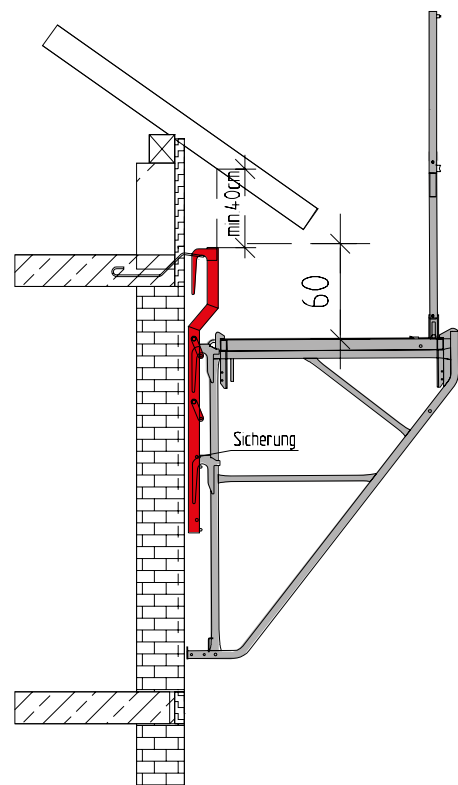

Abb. 27.2
■ Das Ausfliegen der Überwurfbühne LAB 130/240 beim Einsatz als Dachfangerüst. Hier ist zu beachten, dass die Überwurfbühne LAB 130/240 über das Geländer der Arbeitsbühne LAB 130/340 bzw. 130/240 gehoben werden muss. Bereits bei der Planung der Arbeitsbühne ist die endgültige Traufenausbildung zu berücksichtigen (Abb. 27.2).